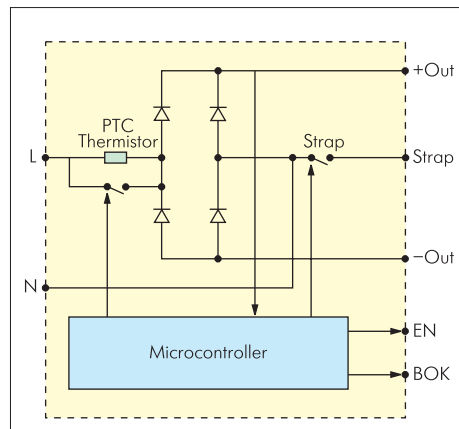
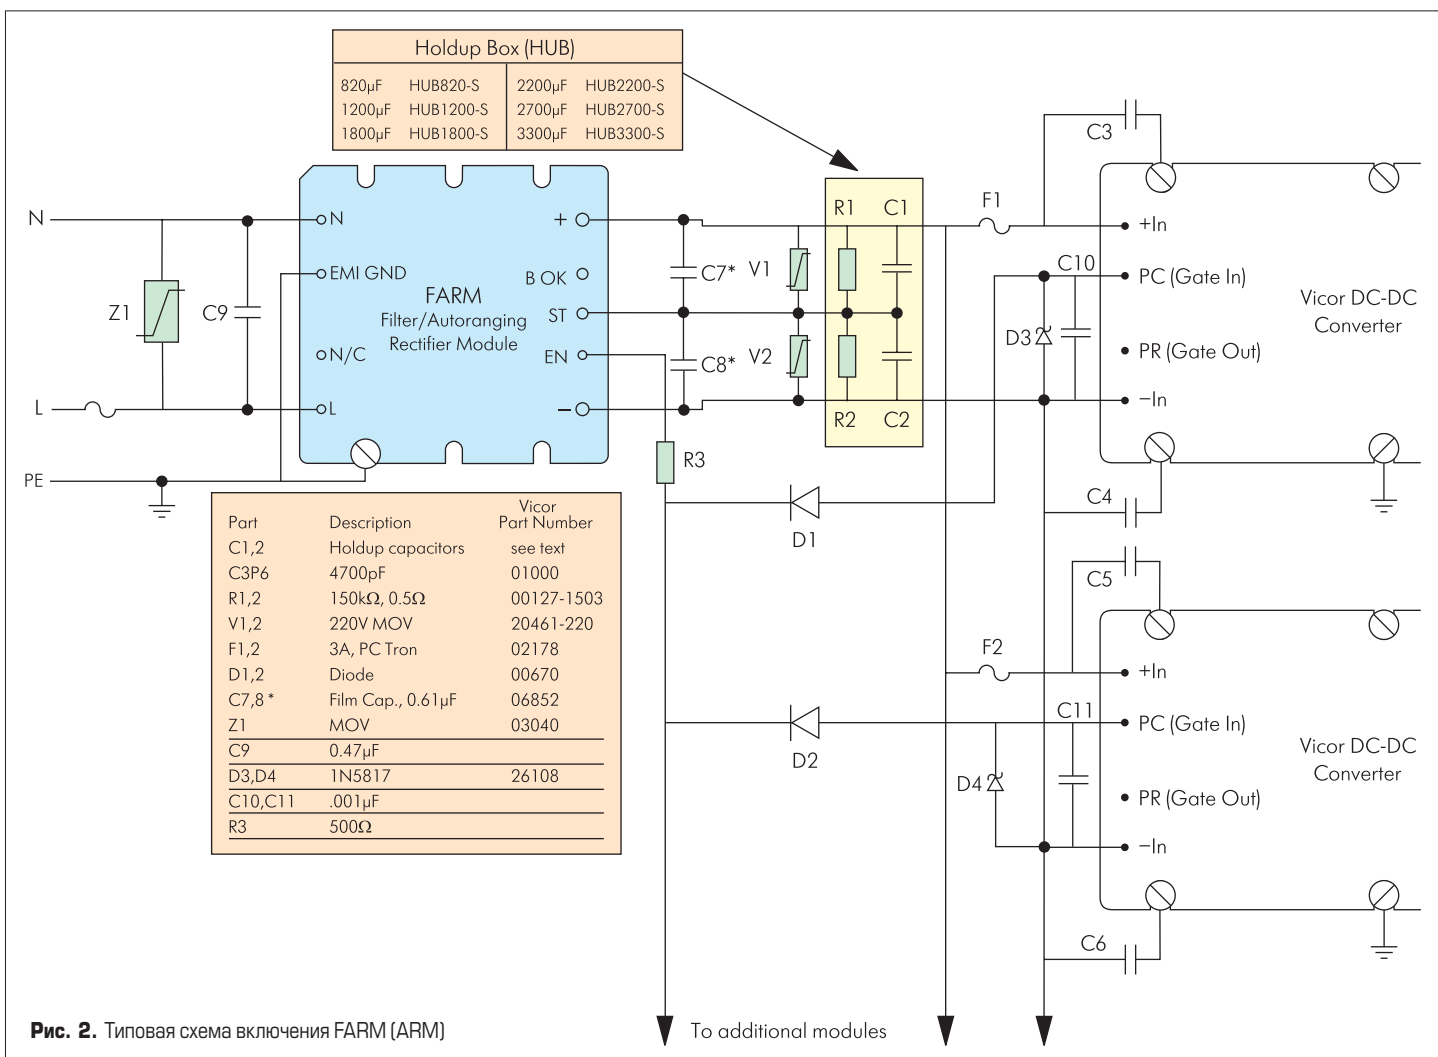

Рис. 1. Функциональная схема ARM
Рис. 2. Типовая схема включения FARM (ARM)
**ARM** (Auto ranging Rectifier Module) содержит микроконтроллер, который постоянно отслеживает уровень напряжения на входе и в соответствии с ним переключает выпрямительные диоды со схемы удвоителя напряжения при напряжении сети ~90–132 В на схему мостового выпрямителя при напряжении сети ~180–264 В. Функциональная схема модуля ARM приведена на рис. 1. Конденсаторы фильтра C1, C2 (рис. 2) соединены последовательно и расположены между выводами